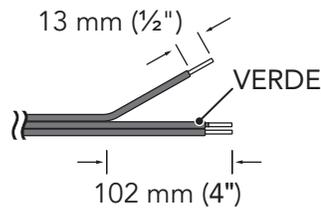

Figura 8.
1. Comenzando a partir la punta del cable del termostato, separe cada cable en segmentos de 102 mm (4 pulgadas). Retire las puntas del conductor, aproximadamente 13 mm (½ pulgada). Véase la Figura 8.